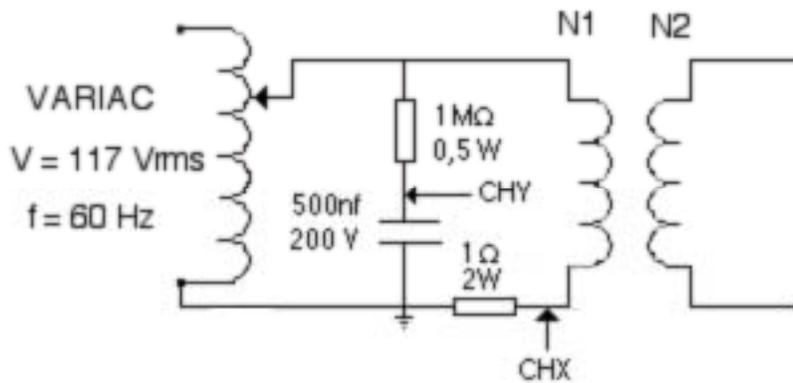

Figura 8.3
16.- Monte el circuito de la figura 8.3 para obtener el ciclo de Histéresis del transformador utilizando el osciloscopio en la modalidad X-Y, teniendo cuidado de colocar el control del variac inicialmente en cero.